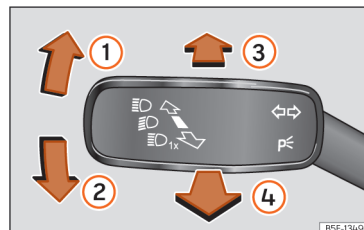

Fig. 81 Maneta pentru semnalizarea direcției și faza lungă.
- Din poziția neutră, apăsați maneta pentru semnalizarea direcției și faza lungă înspre față »» **fig. 81** .
- **FIE:** dacă asistența pentru faza lungă este pornită, trageți maneta pentru semnalizare și faza lungă înapoi »» **fig. 81** .